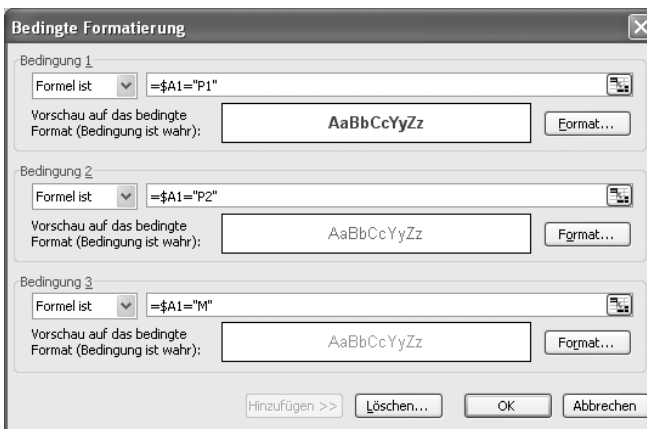

Abbildung 5.36 Bedingungsformate für Phasen und Meilensteine
- Klicken Sie auf *OK*, um den markierten Spalten die Formatierung zuzuweisen (siehe Abbildung 5.36).